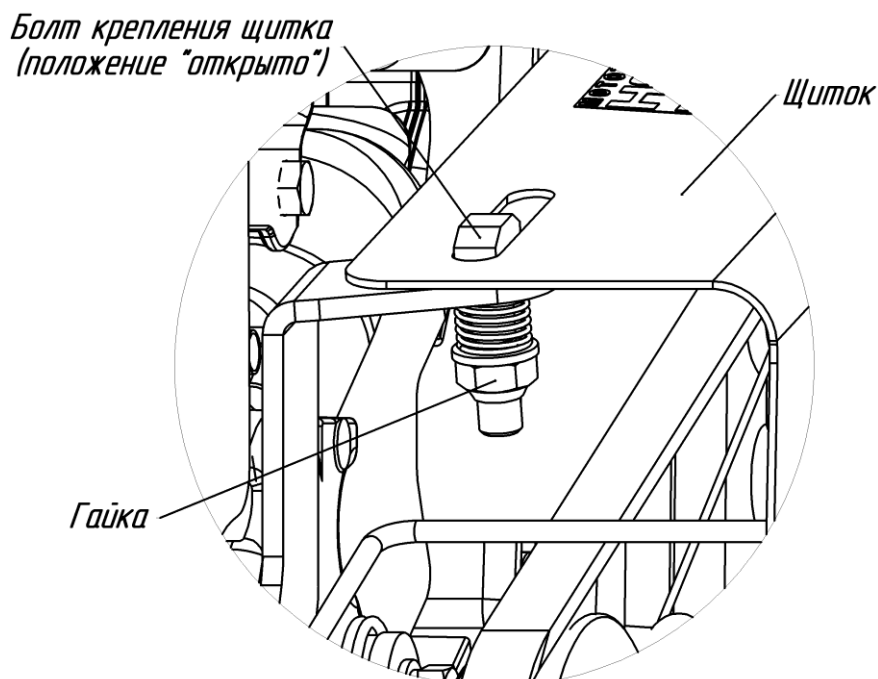

Рис.3 Схема крепления щитка со стороны ведущего шкива
- нажать на гайку снизу-вверх, тем самым поднять вверх болт крепления щитка (рис.3);
- повернуть головку болта крепления щитка в положение "открыто", как показано на рис.3 (головка болта должна быть расположена вдоль паза щитка);
- нажать на гайку снизу-вверх (рис.3);